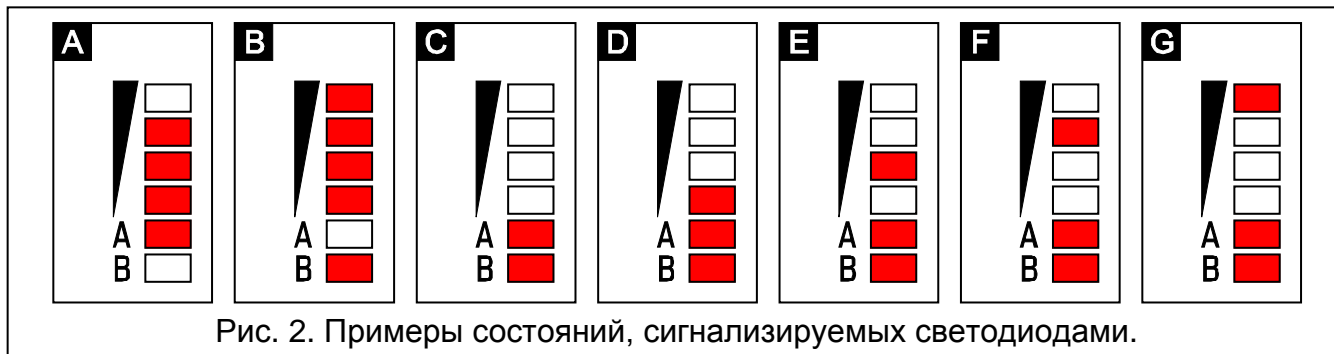

Рис. 2. Примеры состояний, сигнализируемых светодиодами.
- 3 - **светодиоды**, отображающие состояние модуля. Светодиод А мигает во время передачи по GPRS-каналу. Светодиод В мигает в случае отправки SMS-сообщения или звонка, осуществляемого модулем (тестовая передача CLIP). Остальные светодиоды индицируют уровень сигнала, принимаемого телефоном GSM. Одновременное мигание светодиодов А и В индицирует подключение к сети GSM. В случае проблем с подключением к сети GSM, мигание остальных светодиодов индицирует аварии (см.: рис. 2).
Дополнительную информацию об авариях показывают светодиоды на плате электроники (см.: рис. 2).
Примечание: Если PIN-код SIM-карты не будет совпадать с кодом, записанным в памяти модуля, то об этом сообщат светодиоды на плате электроники (см.: рис. 2 пример F). Очередная попытка ввести PIN-код произойдет через 30 секунд. После третьей попытки ввода неправильного PIN-кода SIM-карта будет заблокирована. Ввести PUK-код и снять блокировку SIM-карты можно после того, как переставить SIM-карту в сотовый телефон.